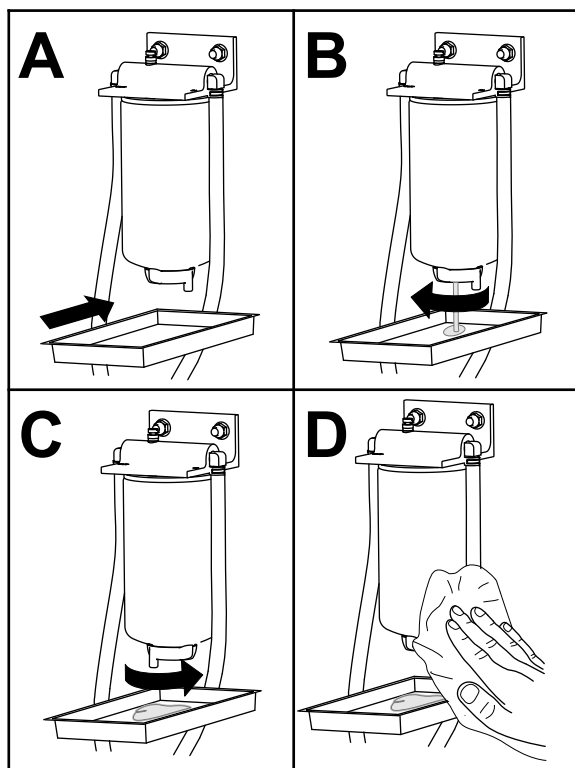

Figure 42
1. Faites l'entretien du séparateur carburant-eau comme montré à la Figure 42.